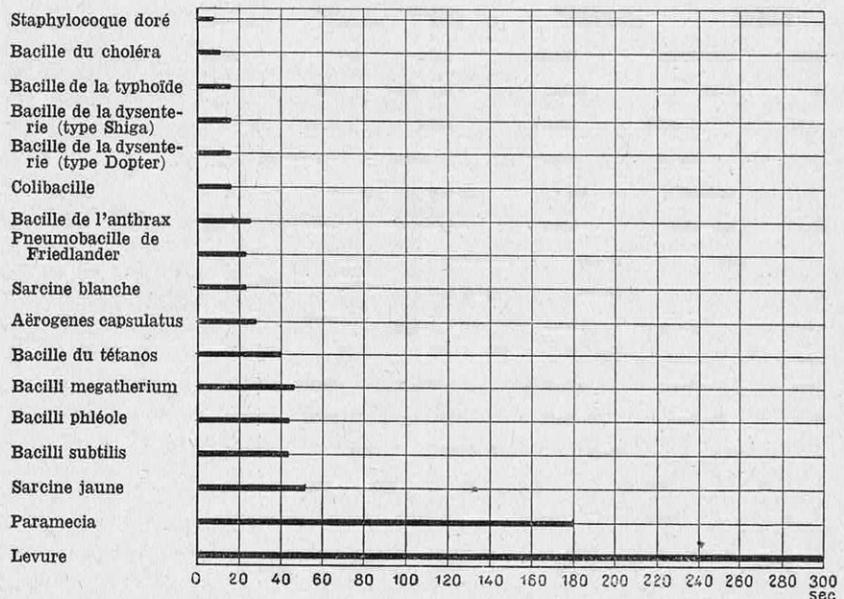

FIG. 2. — GRAPHIQUE MONTRANT AU BOUT DE COMBIEN DE SECONDES LES DIVERS MICROBES SONT DÉTRUITS PAR L'ULTRAVIOLET
Mais c'est surtout dans le domaine physiologique que le rayonnement ultraviolet s'est avéré bienfaisant. Il est impossible de donner ici toutes ses actions puissantes et variées sur le corps humain. Signalons, cependant : l'augmentation du taux l'hémoglobine dans le sang ; la prévention ou la guérison du rachitisme ; l'accroissement de l'assimilation du phosphore et du calcium des aliments, ce qui facilite la formation du squelette ; une action favorable sur la croissance ; un effet général tonique ; la diminution de la pression artérielle ; la production de vitamines A et D (1), etc. De plus, tout le monde connaît la pigmentation de la peau produite par l'ultraviolet des rayons solaires, et, enfin, il faut mentionner l'action bactéricide de l'ultraviolet (le bacille de Koch, celui du charbon, sont rapidement détruits) (fig. 2).